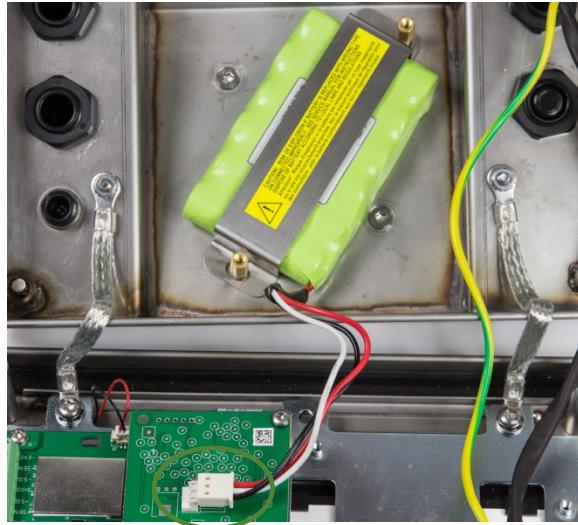

Figure 2-22: Batterie NiMH installée dans l'IND236
2. Placez la batterie dans le boîtier et fixez-la en place à l'aide du support fourni et de deux boulons hexagonaux, comme indiqué à la Figure 2-22.
3. Attachez le câble de la batterie au connecteur du tableau de chargement, indiqué à la Figure 2-22.